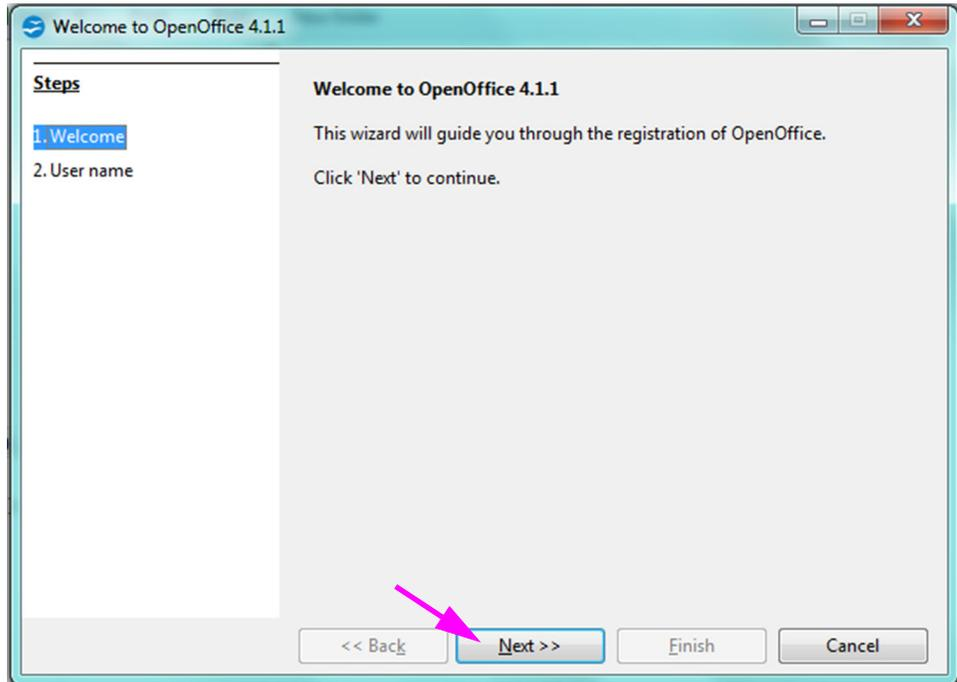

Figura D-2. Schermata di registrazione di AOO
2. Al primo avvio di AOO, viene visualizzata una schermata di registrazione. Vedere la Figura D-2.